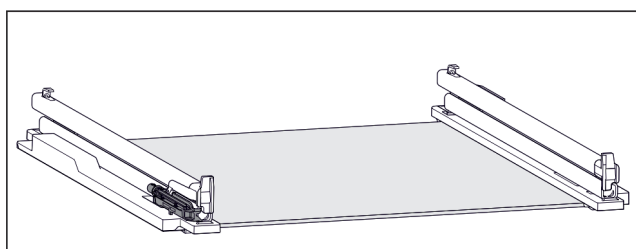

Fig. 109 Amortyzator
- ▶ Po lewej szynie zamocowany jest amortyzator. (patrz Fig. 109) Na prawej szynie nie ma amortyzatora.